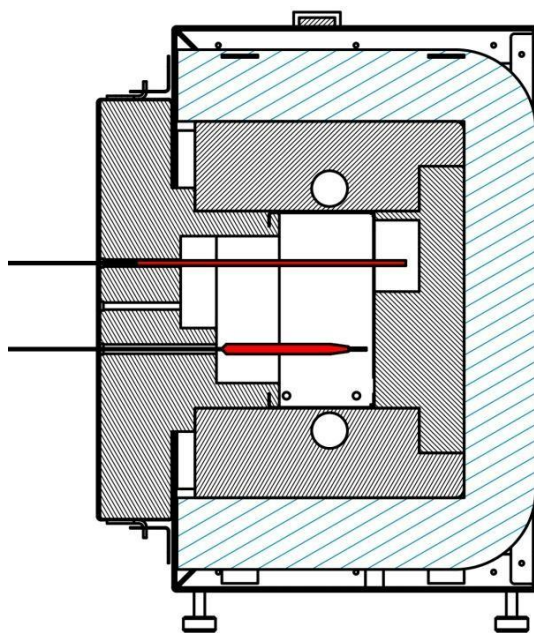

Рис. 3 Размещение датчиков в камере стенда.
1. Вставить чувствительную часть капиллярной трубки в подходящее по диаметру отверстие на глубину примерно 12-15см, либо до упора о заднюю стенку с последующим выдвижением на 0,5-1см. Испытательная камера имеет углубления в передней и задней стенке для верхних рядов датчиков (рисунок 3), для возможности проведения испытаний датчиков с длинным чувствительным элементом (до 15см).